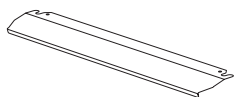

Рис. 6
1. Защитная панель предназначена для защиты панели управления и кнопок, когда духовка находится в режиме гриля. (рисунок 6)